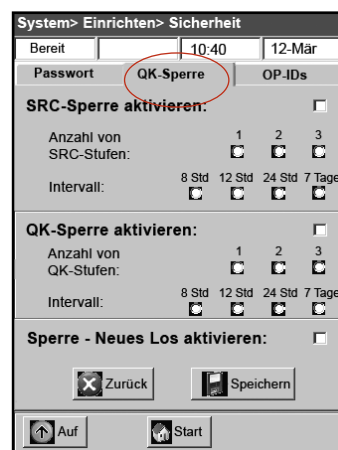

Abbildung H-21: Bildschirm System > Einrichten > Sicherheit
4. Tippen Sie auf die Registerkarte **QK-Sperre** (Abbildung H-21).